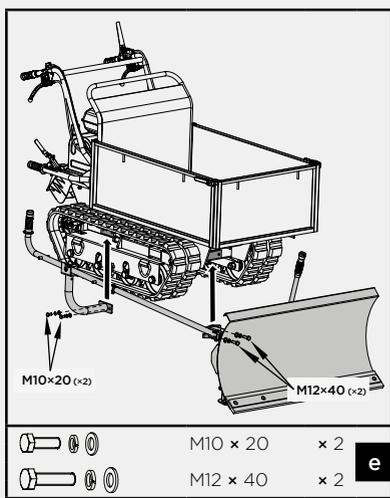

Figure 14
7. Installez la lame de charrue déjà assemblée sur la brouette à chenilles comme indiqué sur la figure 14.